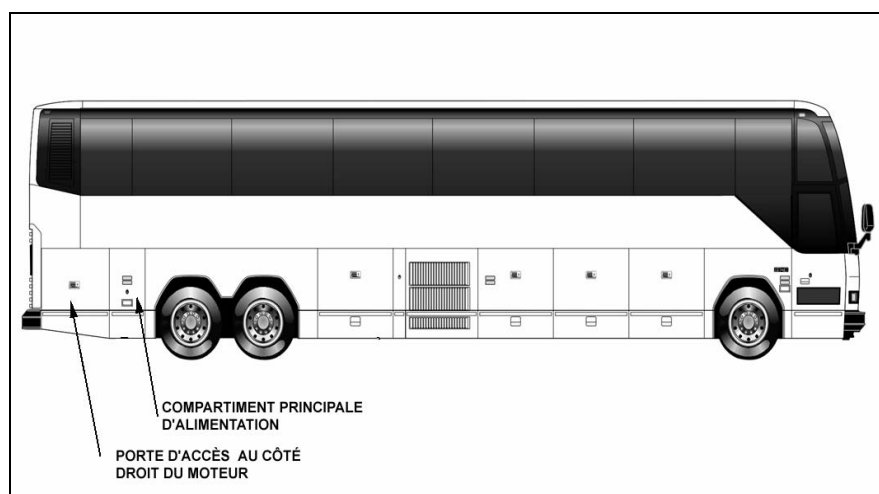
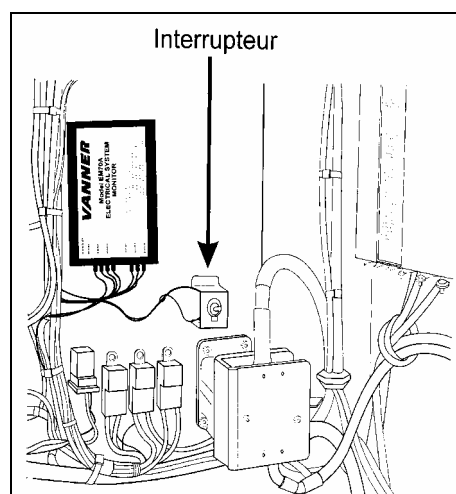

FIGURE 1 : PORTES D'ACCÈS ET COMPARTIMENTS
FIGURE 2 : INTERRUPTEUR PRINCIPAL D'ALIMENTATION
1. Ouvrir la porte d'accès au côté droit du moteur (figure 1).
5. Ouvrir la porte du compartiment principal d'alimentation (figure 1) et couper l'alimentation électrique en mettant l'interrupteur principal d'alimentation en position d'arrêt "OFF" (figure 2).
27. Réinstaller la boîte de pompe (figure 2). Il est recommandé de mettre du butyle ou un autre scellant sur le joint d'étanchéité pour en augmenter l'efficacité.
33. Mettre l'interrupteur principal d'alimentation en position de marche "ON" (figure 2).